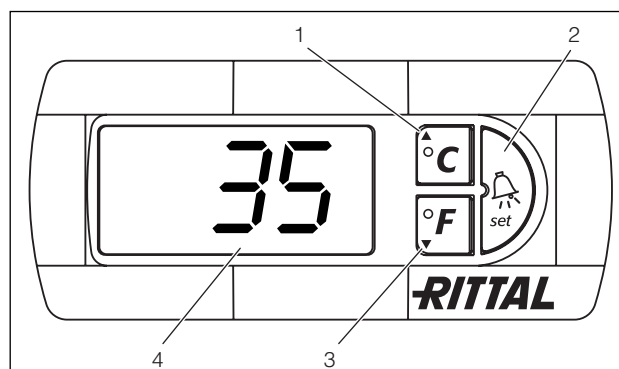

図34: e コンフォートコントローラ
クーリングユニットは自動運転です。スイッチを入れると蒸発器ファン (ページ5の図2参照) が動き始め、作動中はエンクロージャー内の空気を循環させます。コンプレッサーとコンデンサーファンはeコンフォートコントローラーにより制御されます。eコンフォートコントローラーは7セグメント表示を備えています (図34、No. 4)。電源が入ると、約2秒後に最新のソフトウェアバージョンおよび作動中のエコモードがコントローラーに表示されます。その後、設定したオプション (例えばt10) または温度が表示されます。
ユニットのプログラムは1~3までのキー (図34)で行います。プログラム用パラメータも同様にモニター表示されます。
- キー1とキー2 (図34) を同時に最低5秒間押し続けます。
1、2、3の各キー (図34) を使って、24種のパラメータを一定範囲内 (最小値~最大値) で変更できます。